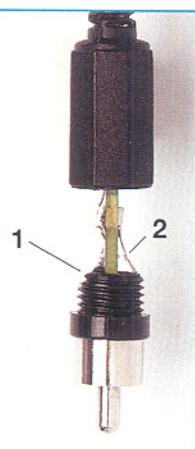

Bild 10: Detailfoto zum Anlöten des Cinch-Steckers
Vor dem Anlöten des Cinch-Steckers ist zunächst die Kappe (2) auf die Platine aufzuschlieben. Danach ist das Steckerteil (1) so vorzubereiten, dass die Platine anschließend mittig im Stecker liegt. Die beiden Laschen des Masseanschlusses fassen dabei in die vorgesehenen Ausparungen, während der „heiße Anschluss“ mittig auf der vorderen Lötfläche aufliegt. Nach dem Ausrichten der Platine sind dann alle Anschlüsse sorgfältig zu verlöten. Wie der spätere Aufbau auszusehen hat und genaue Details sind der Abbildung 10 zu entnehmen. Mit dem Aufschrauben der Kappe wird der Aufbau der Mikrofonplatine abgeschlossen.